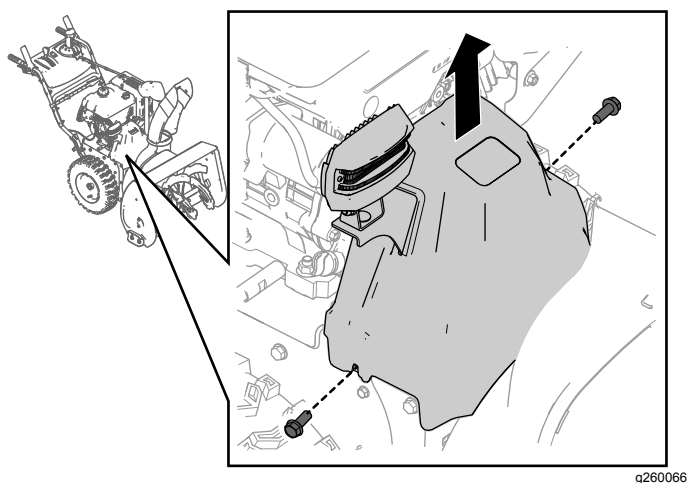

Figure 35
1. Enlevez les 2 vis de fixation du couvercle de la courroie (Figure 35).
2. Déposez le couvercle de courroie (Figure 35).